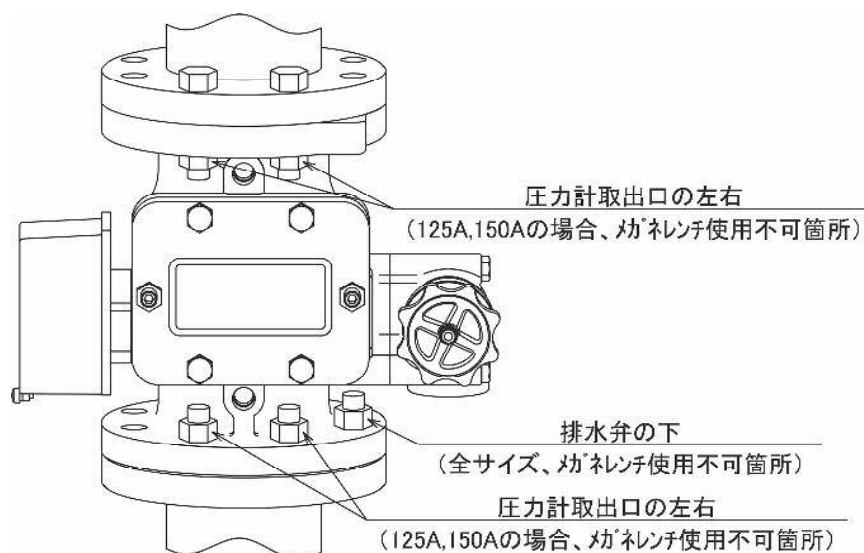

図3
- ② 本製品を取付ける前に、バルブ本体内部の梱包材(ディスク押さえ)を必ず取除き、その他の異物がないことを確認してください。異物等により機能が失われる恐れがあります。
- ③ 本製品を取付ける際、バルブ本体の側面に表示されている流れ方向(矢印↑)が、下から上方向であることを確認のうえ、設置してください。逆方向では機能しません。
- ④ 据付けの際、本製品の組付け配管を持って移動したり、持ち上げたりしないでください。組付け配管部からの漏れの発生原因となるばかりでなく、落下事故をまねく恐れがあります。
- ⑤ 本製品をフランジに取付ける際、排水弁や流水検知部等に干渉しないよう適切な長さのボルトを使用してください。フランジに直接取付ける際の推奨ボルト長さは65～100AでM16× 65、125～150AでM20× 75です。また、下図3に示す箇所はスペースが狭く、メガネレンチではボルト・ナットの締付けができませんので、スパナ等を使用してください。